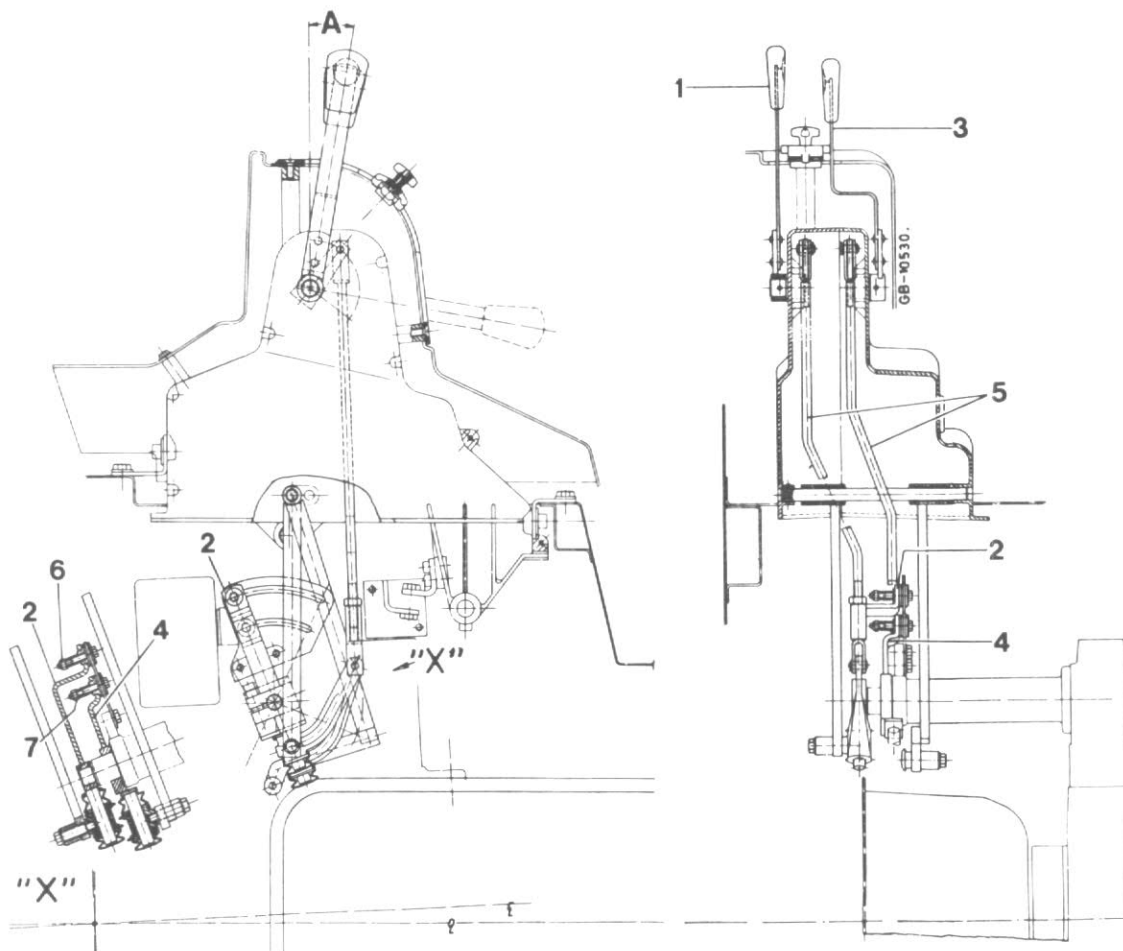

Fig. 66
1. Débrancher les chapes inférieures de réglage des tiges (5).
2. Amener les deux leviers inférieurs (2 et 4) dans leur position de levage maximum. (Voir Fig. 66).
3. Placer les deux leviers de contrôle (1 et 3) à la position (A).
4. Régler les tiges (5) au moyen des chapes inférieures de manière à obtenir la longueur requise puis brancher les chapes sur les leviers inférieurs.